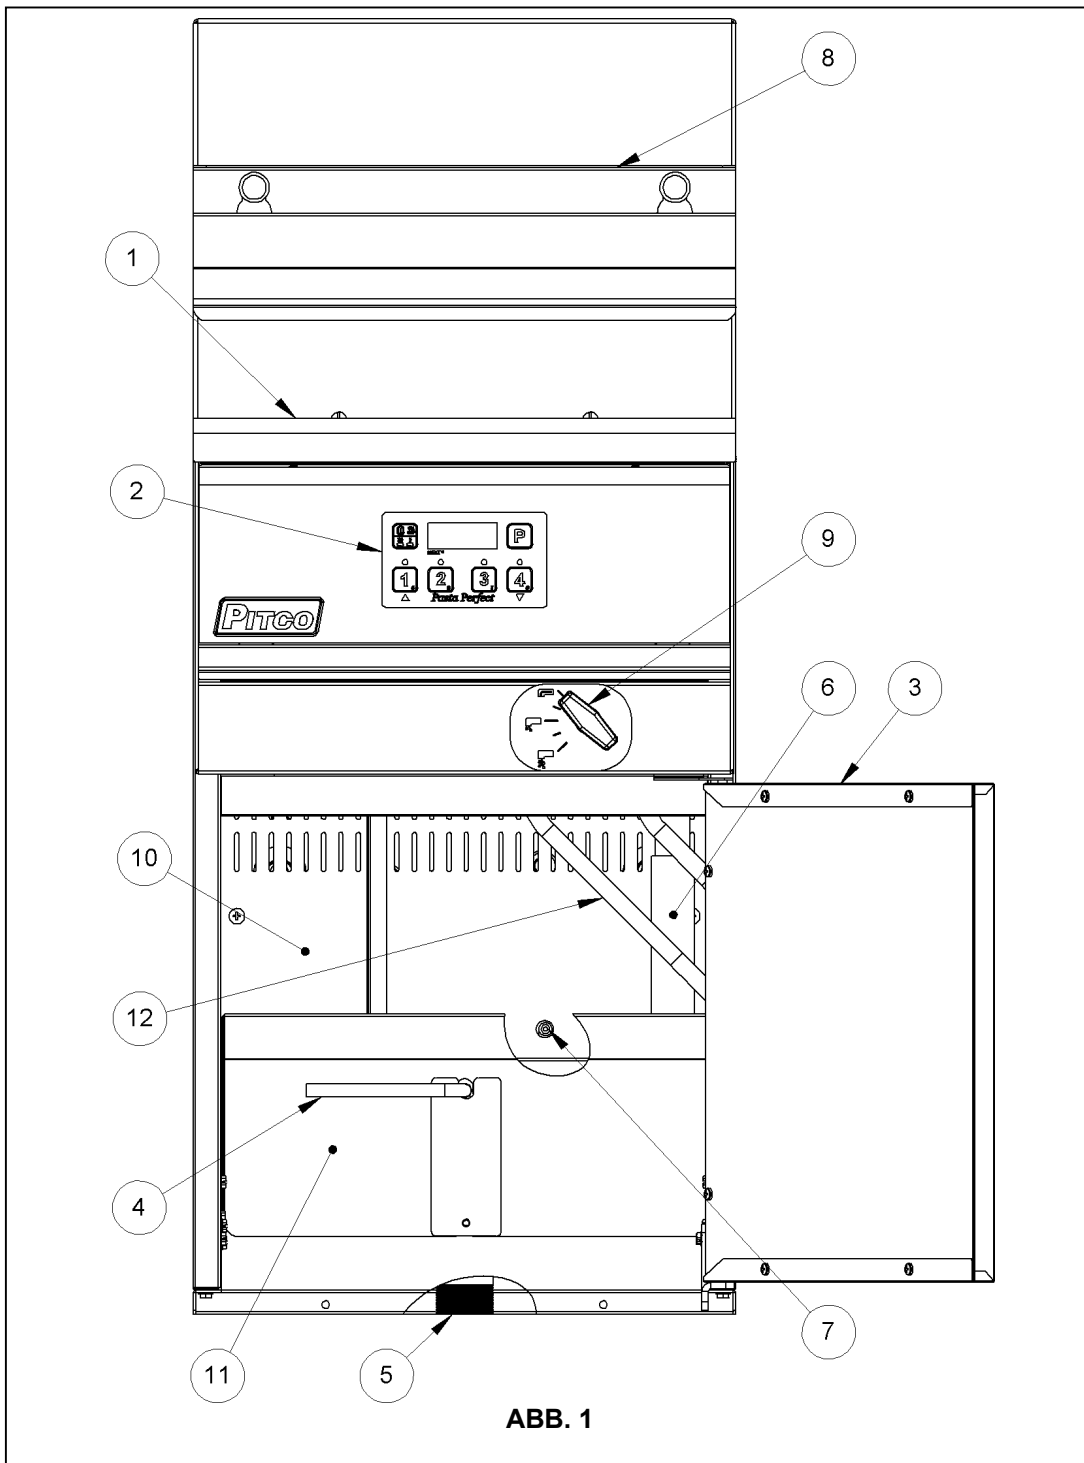

ABB. 1
Die folgenden Beschreibungen skizzieren einige der wichtigsten Komponenten Ihres Geräts, siehe Abb. 1. Schlagen Sie bitte in den nachfolgenden Abschnitten dieser Anleitung nach, um mehr über diese Merkmale zu erfahren.
1. Stellen Sie sicher, dass das Ablassventil geschlossen ist; siehe Abb. 1.